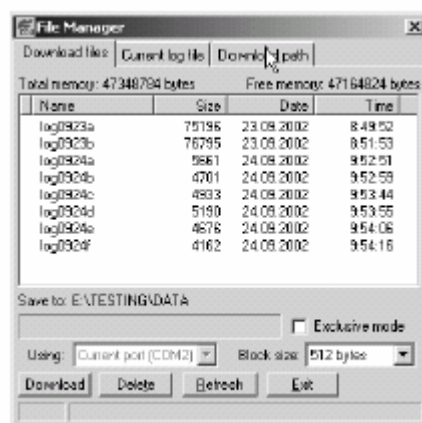

Figura 3-9. Buscar Archivos para Descargar
6. Haga clic en la pestaña de **Ruta de Descarga** en el cuadro de diálogo **Gestión de Archivos** (Figura 3-9).